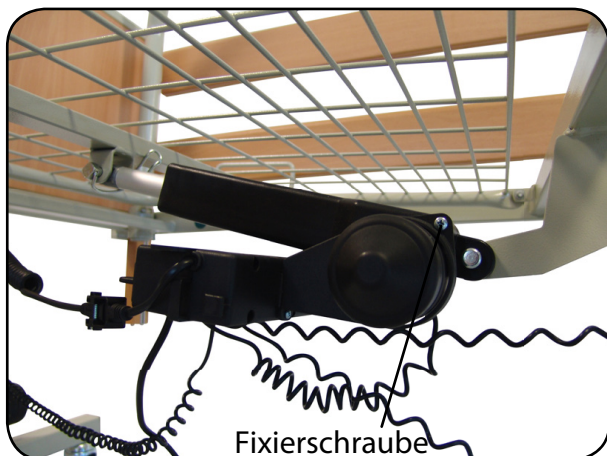

**Abb. 6.3.01 - Steuerung, Handbedienung, Netzteil aus der Kartontage entnommen**
1. Entnehmen Sie die Steuerung und die Halterung der Kartontage (Abbildung 6.3.01).